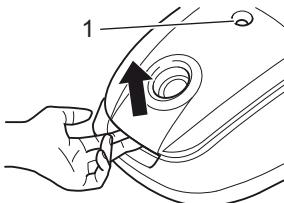

Abb. 18
■ Wechseln Sie den Staubfilterbeutel spätestens dann, wenn die Staubbeutelwechsel-Anzeige (Abb. 18/1) sichtbar wird oder die Saugwirkung nachlässt.
1. Öffnen Sie den Staubraumdeckel, indem Sie ihn entriegeln und anschließend aufklappen (Abb. 18).